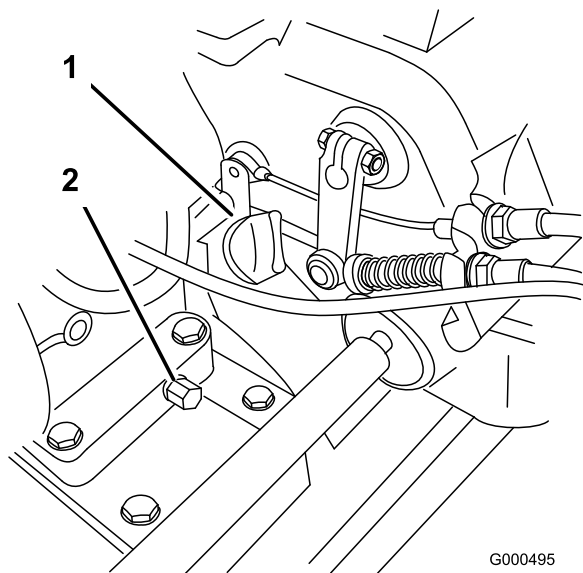

Figure 22
1. Disposez la machine de sorte que le moteur soit de niveau et nettoyez la surface autour de la jauge d'huile (Figure 22).
2. Placez un bac de vidange sous le bouchon de vidange à l'arrière de la machine (Figure 22). Enlevez le bouchon de vidange.